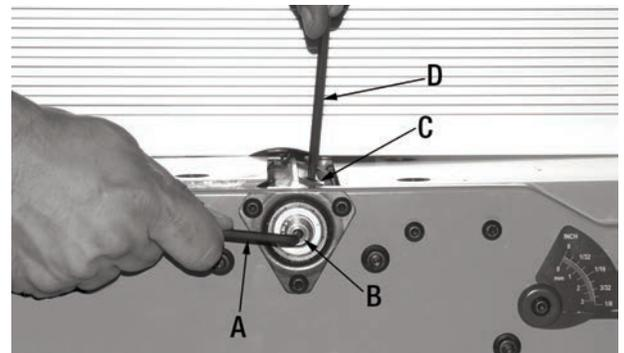

FIGURE 15
- 2) Immobilisez la tête de coupe (B) Fig.15 à l'aide de la clé hexagonale (A) et retirez les 12 insertions de couteaux (C) à l'aide de la clé Torx (D) fournie.